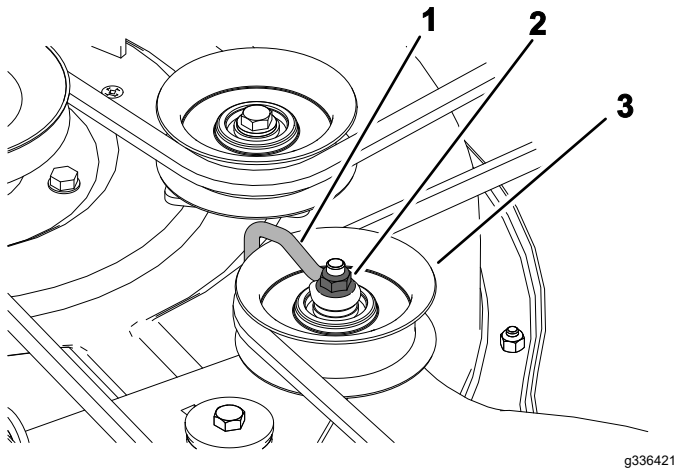

Figura 49
2. Tornillo (3)
- Afloje la tuerca que sujeta el soporte de alambre a la polea tensora (Figura 49).
Nota: Coloque el soporte de alambre contra el brazo tensor, como se muestra en la Figura 49.